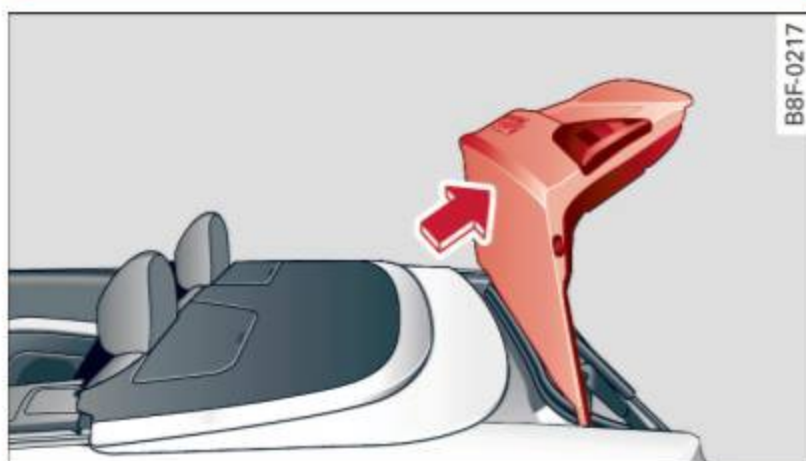

Fig. 42 Couvercle du compartiment à bagages complètement ouvert
- ▶ Appuyez sur le couvercle du compartiment à bagages dans le sens de la flèche (⇒ fig. 42).